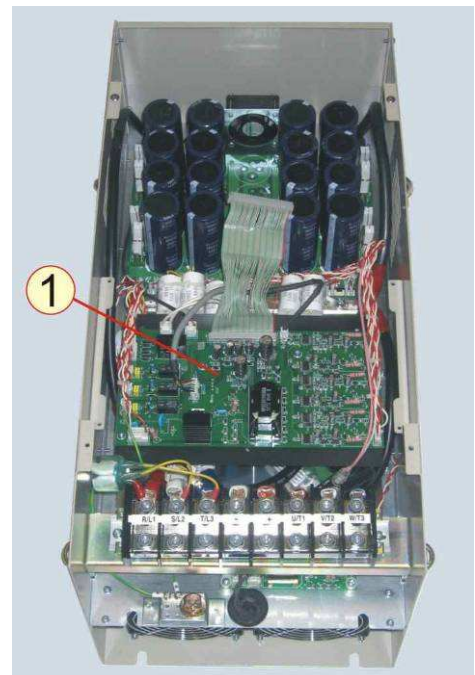
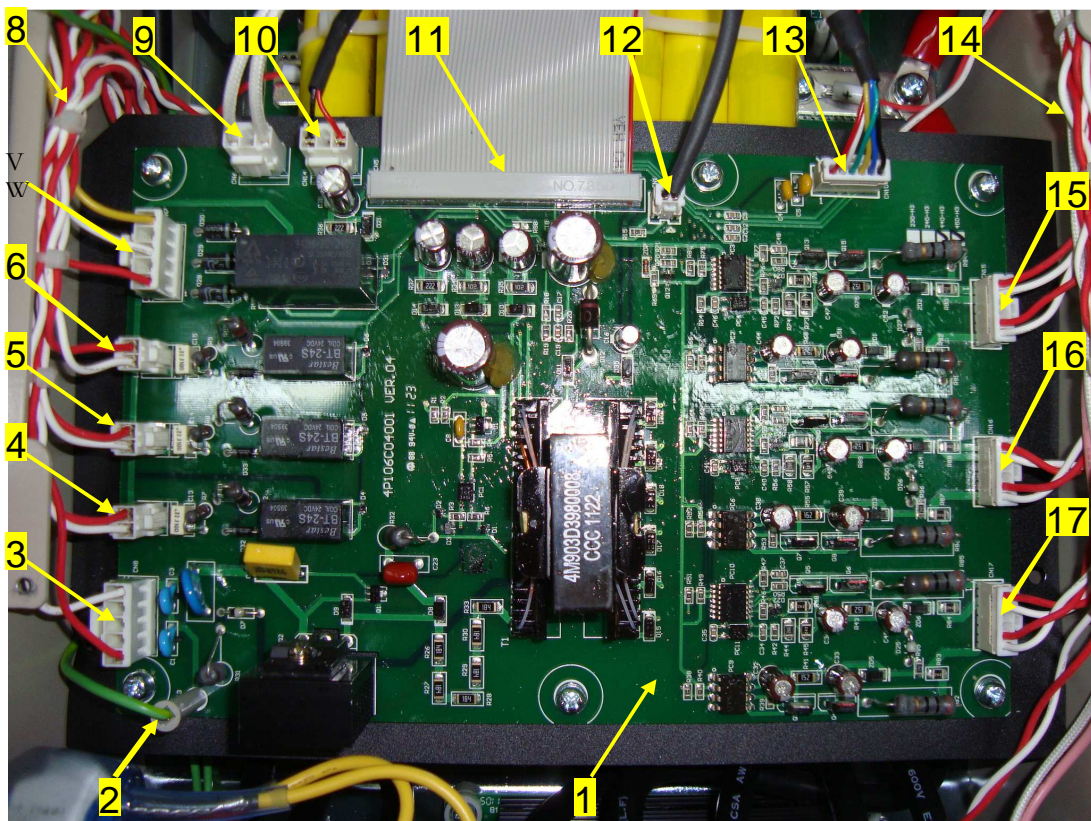

Рисунок 6.13 Вид ПЧ со снятой панелью пульта: 1 – плата драйверов.
Рисунок 6.14 Плата драйверов:
- 6.6.1. Отсоединить на плате драйверов (рисунок 6.13) разъемы всех жгутов, кабелей и заземляющего провода (рисунок 6.14).